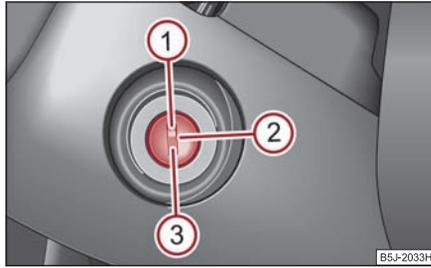

Fig. 120 Posiciones de la cerradura de encendido
- El motor se para girando la llave de contacto a la posición  ⇒ página 103, fig. 120.